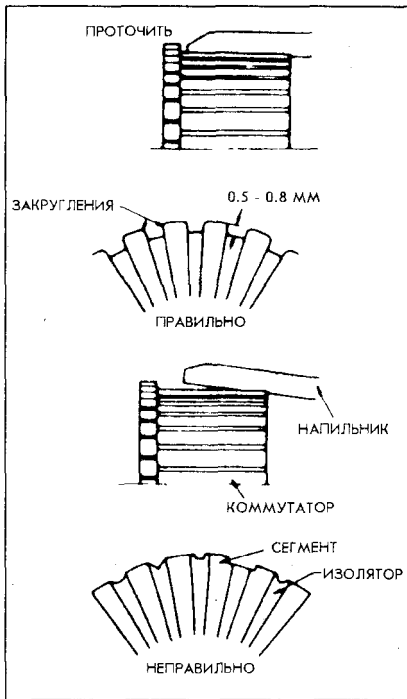

Рис. 10-28.
5. Проверьте глубину до изоляторов между коммутаторами и форму изоляторов (рис. 10-28). Если глубина меньше 0.2 мм — доведите ее до 0.5-0.8 мм.